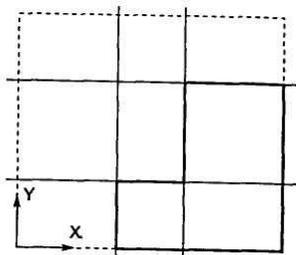

Рис. 107
13. Постройте эскиз вырезов, показанный на рис. 107.
### 4. Вырез в детали по эскизу рис. 107.